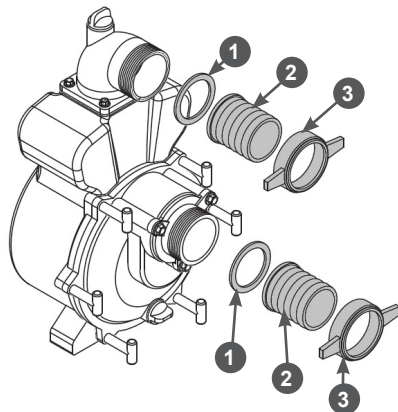

Рис. 9. Установка патрубка всасывающего рукава
1. Установите патрубки 2 через уплотнительные кольца 1 впускному (всасывающему) и выпускному (напорному) фланцам насоса и плотно затяните гайки 3 патрубков (Рис. 9).